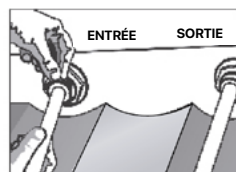

FIGURE 9
8. Tirez sur la virole et insérez le collier en C jusqu'à ce qu'il se bloque (Fig. 9 et 10).
- Tirez sur le manchon et insérez le collier jusqu'à ce qu'il s'enclenche (Fig. 9 et 10).